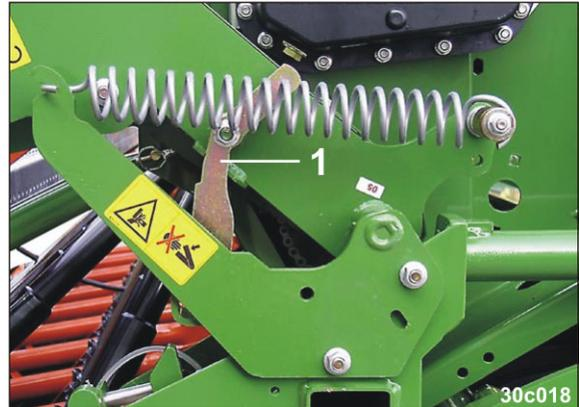

Fig. 147
2. Den Riegel (Fig. 147/1) verschwenken.